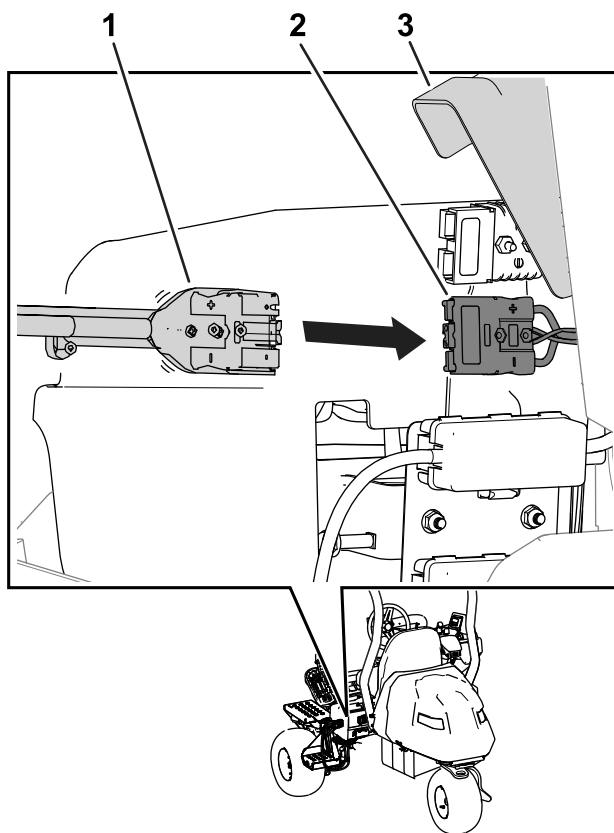

Figura 33
7. Levante a tampa dos conectores e deslize o conector de saída do carregador para o conector do carregador da máquina (Figura 33).